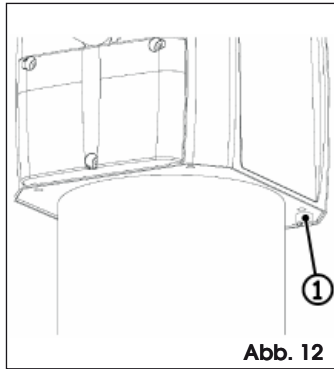

Abb. 12
10. Die beiden hinteren Schrauben festziehen, Abb. 12 Bez. ①.